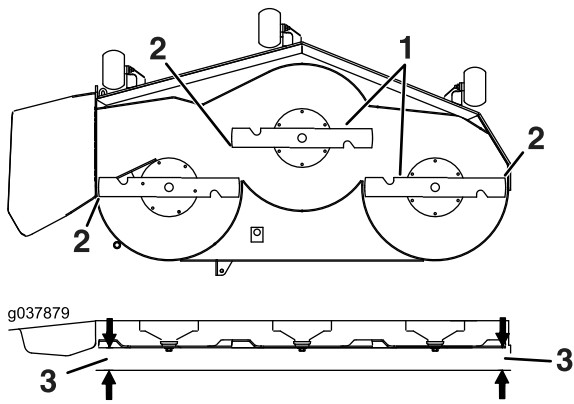

Figure 86
6. Mesurez la distance entre la pointe des lames et le sol plat (Figure 86). Si les deux mesures diffèrent de plus de 5 mm (3/16 po), ajustez l'horizontalité des lames; poursuivez cette procédure.
14. Tournez prudemment les lames pour qu'elles soient parallèles dans le sens transversal (Figure 86).